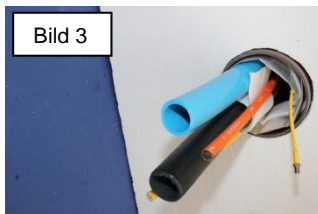

Bild 3
1.) Dummy-Rohr wie unter II. beschrieben, vorbereiten und in das Kabelrohr einlegen. Zusätzlich muss jedes Kabel etc. mit Abdichtband Nr. 2 umwickelt werden. Hierfür Abdichtband in Länge von ca. 4 x Kabel- $\varnothing$  abschneiden und um das Kabel wickeln. Dichtband ca. 1 cm überlappen lassen und mit Klettbandabschnitt oder gleichwertigem Material sichern, Bild 3.